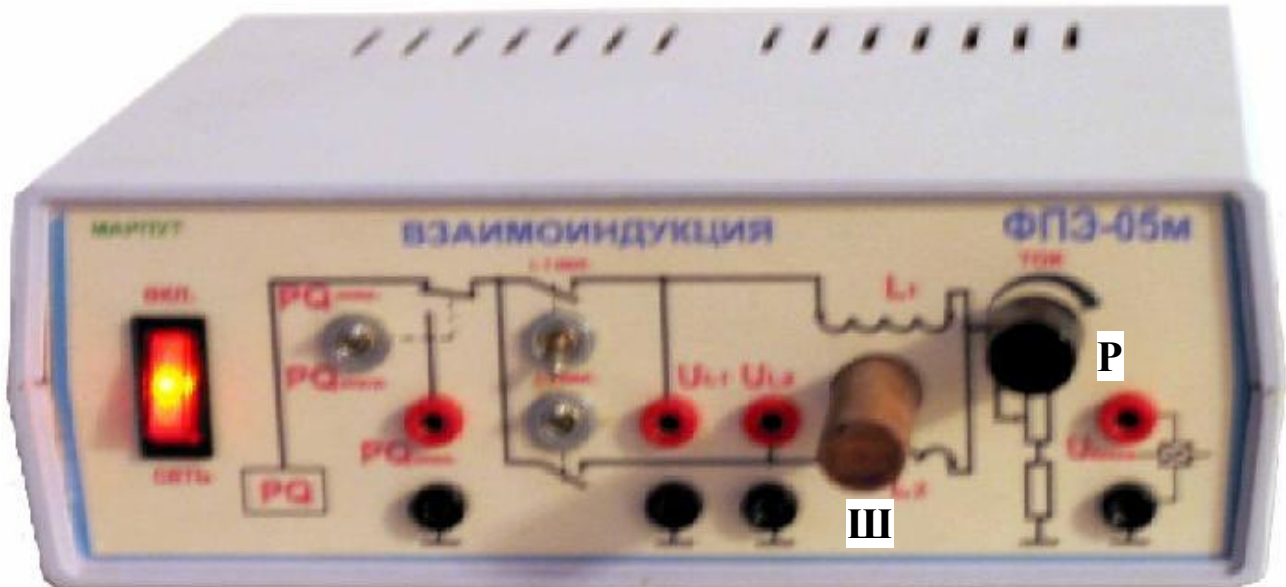

Рис. 2
Экспериментальная установка для исследования явления взаимной индукции состоит из прибора ФПЭ-05м, компьютера, включающего в себя дисплей, клавиатуру и мышку, а также блока сопряжения с ним. Внешний вид прибора ФПЭ-05м показан на рис. 2. На лицевой панели этого прибора слева на право
4. Подайте напряжение на катушку 1 с помощью тумблера **L1**, поднятого в положение «вверх». Э.д. с. индукции $\mathcal{E}_{\max 2}$, возникающая в катушке 2, будет отображаться в левом **UL2** окне, также расположенном в секторе **1**, цифрами синего цвета. Амплитудное значение силы тока $I_{\max 1}$, протекающего в катушке 1, отображается справа на экране в окошке «**ТОК КАТУШКИ**» (рис. 3). Вращая ручку реостата **P**, находящегося на приборе ФПЭ-05м (рис. 2), изменяйте силу тока в катушке. Измерьте э. д. с. индукции $\mathcal{E}_{\max 2}$ для пяти значений силы тока. Данные занесите в табл. 1.
5. Отключите катушку 1, переведя тумблер **L1** вниз (рис. 2). Подайте напряжение на катушку 2 с помощью тумблера **L2**, переведённого в верхнее положение. Э. д. с. индукции $\mathcal{E}_{\max 1}$, возникающая в катушке 1, будет отображаться в правом **UL1** окне цифрами синего цвета. Амплитудное значение силы тока $I_{\max 2}$, протекающего в катушке 2, отображается справа на экране в окошке «**ТОК КАТУШКИ**» (рис. 3). Вращая ручку реостата **P**, изменяйте силу тока в катушке. Измерьте э. д. с. индукции $\mathcal{E}_{\max 1}$ для пяти значений силы тока. Данные занесите в табл. 1.
6. По формулам (14) ($L_{21} = \frac{\mathcal{E}_{\max 2}}{2\pi n I_{\max 1}}$) и (15) ($L_{12} = \frac{\mathcal{E}_{\max 1}}{2\pi n I_{\max 2}}$) рассчитайте коэффициент взаимной индукции L_{21} и L_{12} для пяти значений силы тока. Результаты занесите в табл. 1. Частота ν , подаваемого на катушку напряжения, равна 50 Гц. Вычислите среднее значение коэффициентов взаимной индукции. Вы-
1. Отключите катушку 2, переведя тумблер **L2** в нижнее положение. Подайте напряжение на катушку 1 с помощью тумблера **L1**, переведя его вверх. Установите силу тока ручкой реостата **P** (рис. 2). Значение силы тока спросите у преподавателя.
2. Подвижную катушку 2, используя штوك **Ш** на приборе ФПЭ-05м рис. 2, полностью вставьте в катушку 1. При этом в окне z , расположенном в средней части сектора 1 (рис. 3), появится цифра 0,06 см. Снимите показание окна **UL2** и запишите его в табл. 2. Поочерёдно поставьте шток в положения 1, 2, 3, 4 и 5 см. При этом снимайте показание из того же окна. Запишите значения э. д. с. взаимной индукции $\epsilon_{\max 2}$, равные напряжениям U_{L2} на катушке 2, и расстояние между катушками z в табл. 2.
3. По формуле (14) рассчитайте коэффициент взаимной индукции L_{21} . Полученные данные занесите в табл. 2.